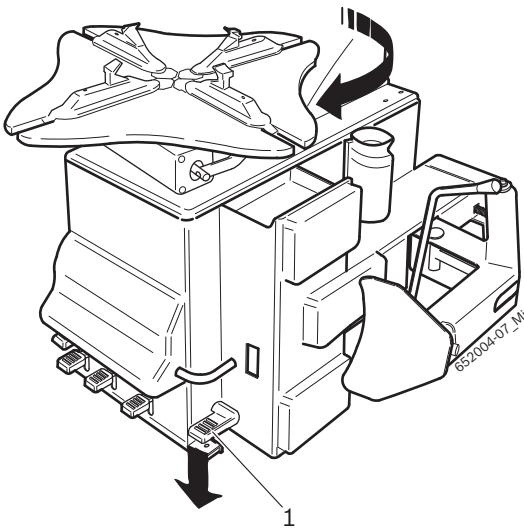

Fig. 2: Prüfung der Drehrichtung.
**!** Für den ordnungsgemäßen Betrieb der TCE 4335 ist es von größter Wichtigkeit, dass sich beim Herunterdrücken des Pedals für den Spannflansch in Fig. 2 (1) der Spannteller im Uhrzeigersinn zu drehen beginnt.